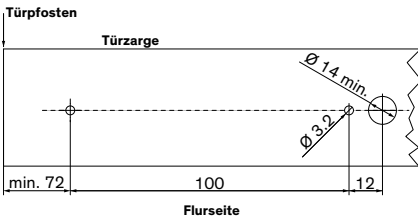

Abb. 13: Bohrschablone
1. Für die Montagebox im Abstand von 100 mm zwei Löcher von 3.2 mm und für das Sensorkabel ein Loch von 14 mm in die Türzarge bohren (Abb. 13).